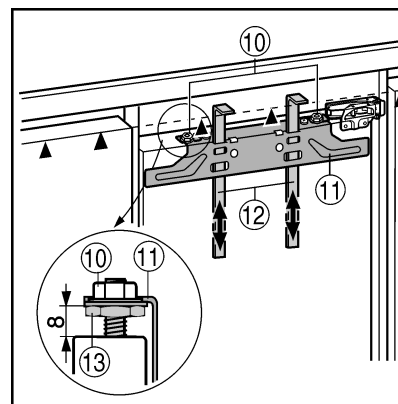

Fig. 14
- ▶ Montagehulpstukken Fig. 14 (12) op kastdeurhoogte omhoog schuiven. Onderste aanslagkant ▲ van het montagehulpstuk = onderkant van de aan te brengen kastdeur.
- ▶ Bevestigingsdwarsstrip Fig. 14 (11) via de contramoeren losschroeven.